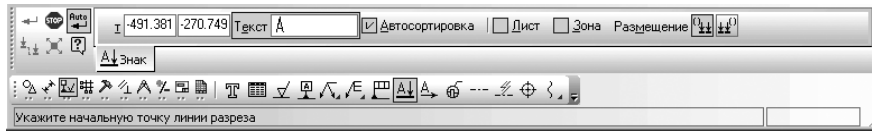

Рис. 3.112. Панель свойств: Линия разреза, Компактная панель и Строка сообщений
- щелкните на панели инструментов по кнопке – **Линия разреза**. Появится соответствующая **Панель свойств: Линия разреза** (рис. 3.112).